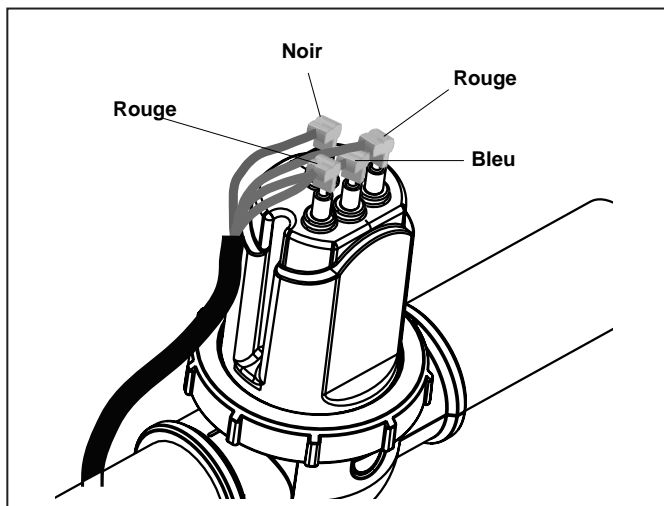

Figure 16. Connecter les fils de sortie de la cellule
15. Fixer fermement les fils de sortie de la cellule aux bornes des mêmes couleurs (Voir Figure 16).